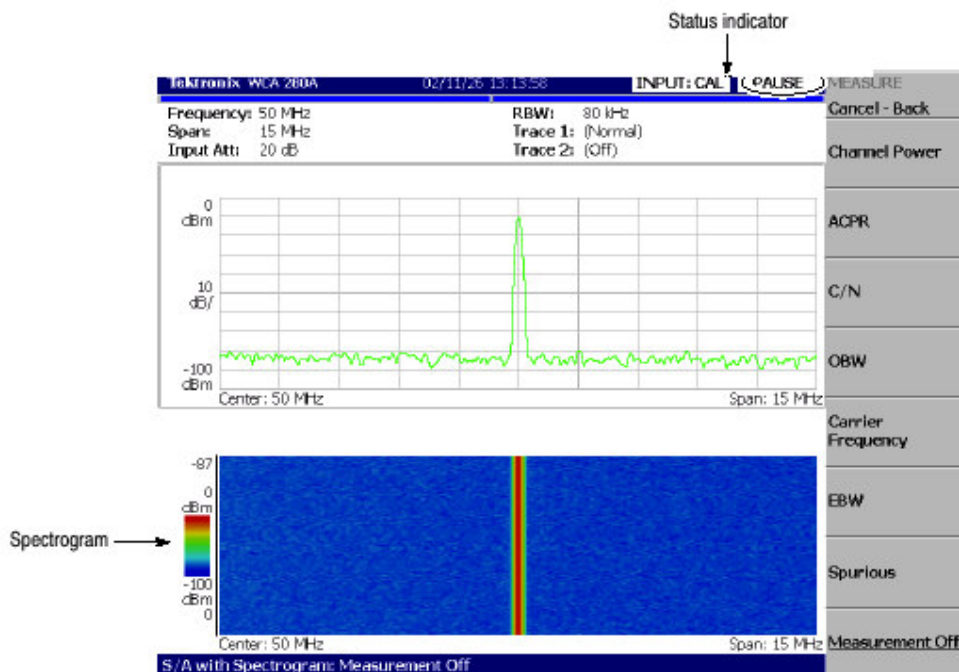

图 1-16 光谱图显示
- b. 按压 S/Awith Spectrogram 侧面键。（检查屏幕下边有无光谱图显示。（见图 1-16）。